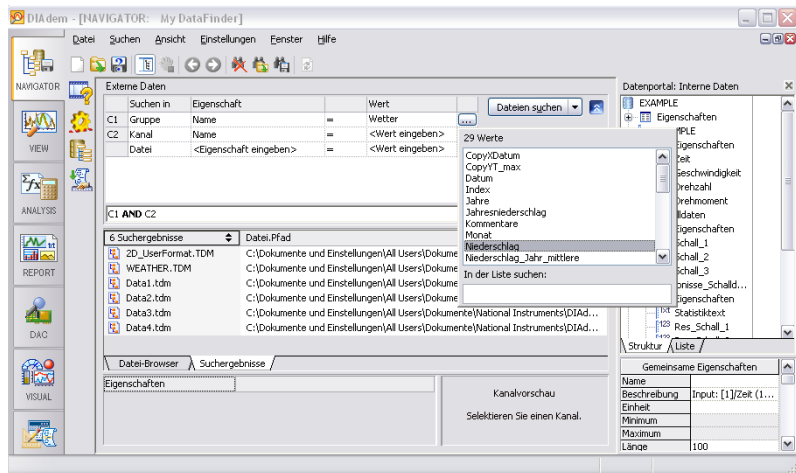

Abbildung 2-2. Auswahlliste mit den Kanalnamen der indizierten Daten
1. Klicken Sie auf die links abgebildete Schaltfläche **Erweiterte Suche**, um das Suchergebnis wie in Abbildung 2-2 genauer zu bestimmen.
- b. Klicken Sie am Ende derselben Zeile auf die Schaltfläche mit den drei Punkten. DIAdem listet die Namen aller gefundenen Gruppen wie in Abbildung 2-2 auf.